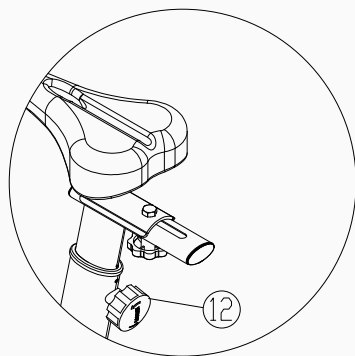

Figure 9
9. Réglez la hauteur de la selle à l'aide du bouton en étoile (pièce 12). Plusieurs positions de hauteur sont disponibles; voir la figure 9.